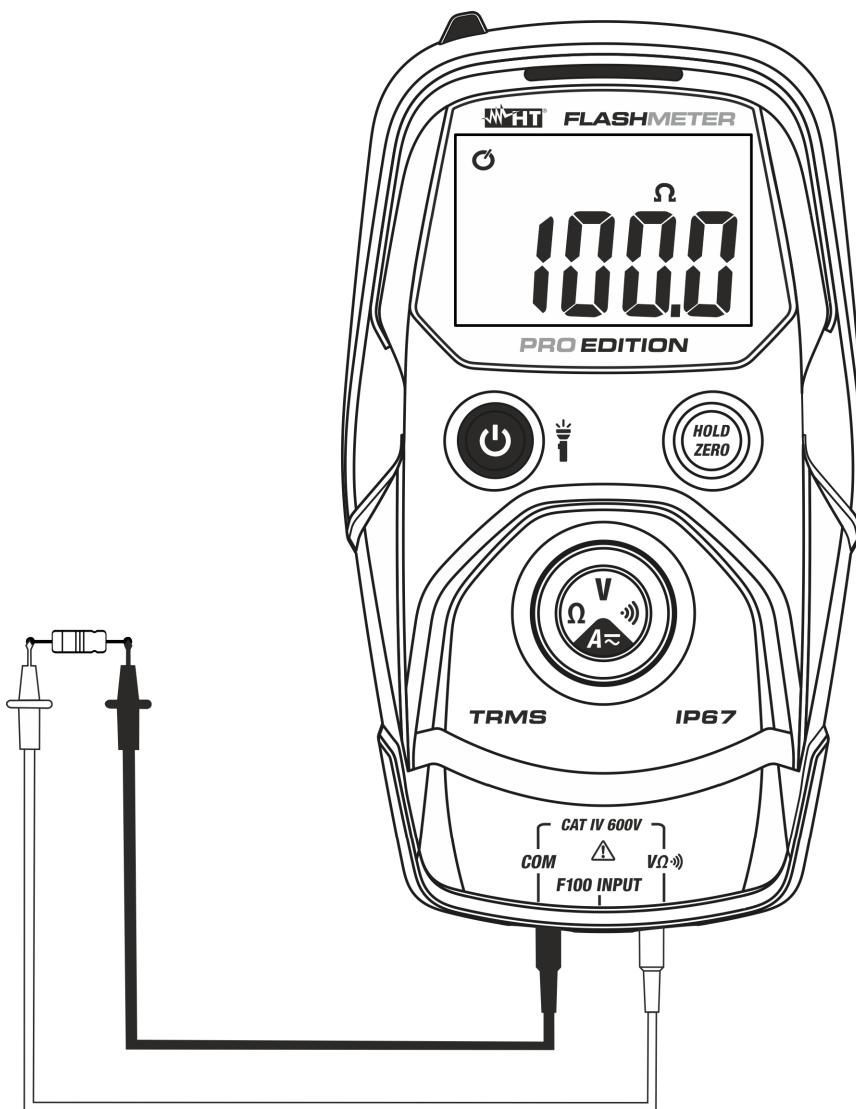

Fig. 5: Uso do instrumento para a medição de Resistências
3. Colocar as ponteiras nos pontos pretendidos do circuito em exame (ver Fig. 5). O valor da resistência é apresentado no display.